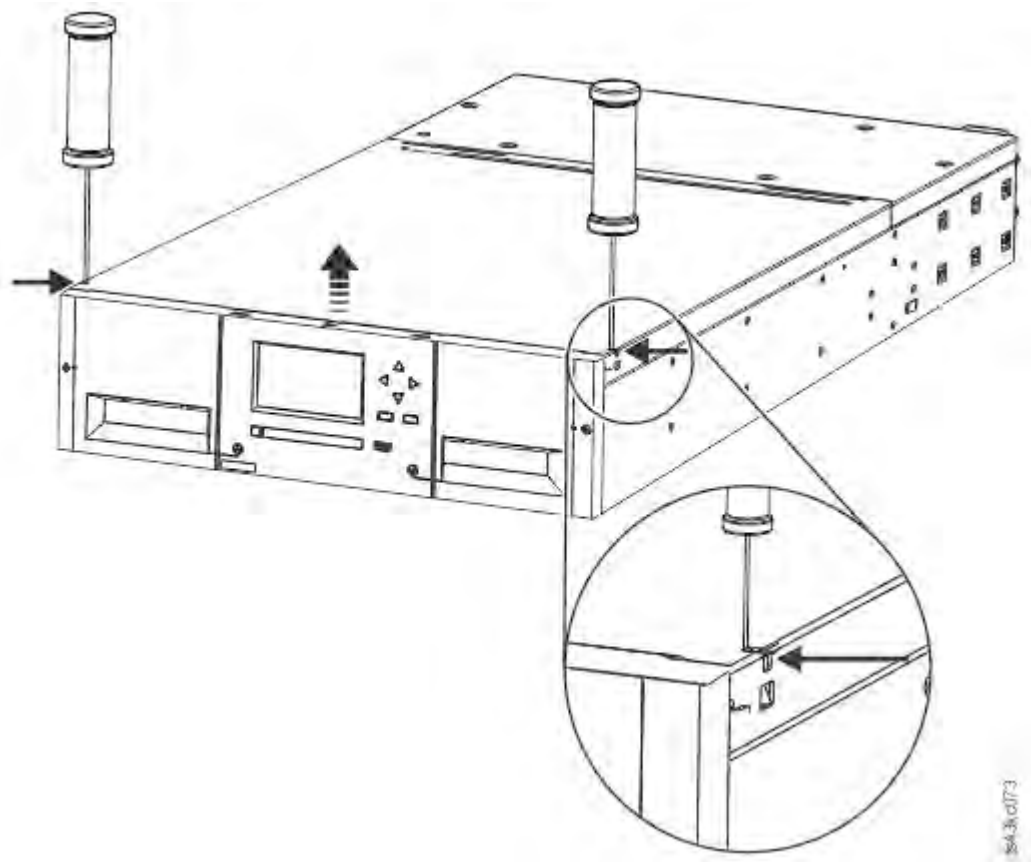

Figura 28. Apertura de la parte superior del módulo
1. Abra la parte superior del módulo utilizando los dedos o una herramienta pequeña, uno en cada lado de la tapa y presione hacia dentro. Cuando se abra la tapa, extráigala tirando hacia adelante. Consulte Figura 28 en la página 55.